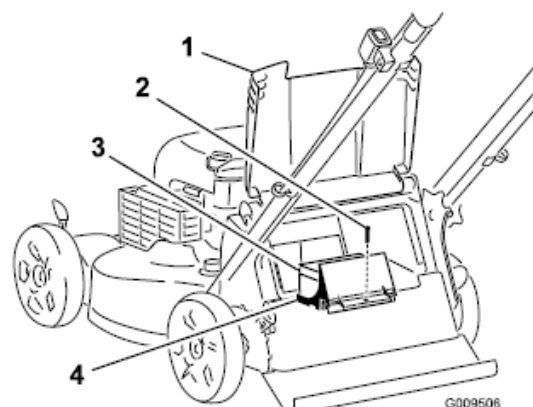

Figure 24
1. Unieść pokrywę kanału wyrzutowego i zlokalizować położenie akumulatora (Fig. 24).
3. Odkręcić śruby mocujące przedział akumulatora , wysunąć baterię z mocowania i zlokalizować bezpiecznik (Fig. 24).